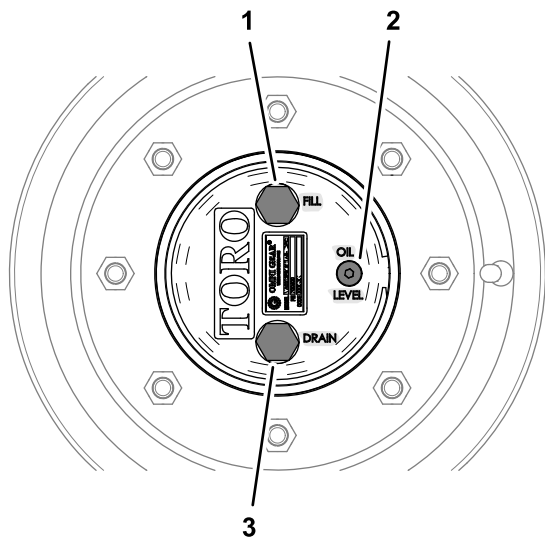

図 91
1. 水平な床面で、補給プラグが最高位置時計の 12 時の位置、点検プラグが 12 時、ドレンプラグが最低位置 6 時の位置にくるように駐車する 図 91。
1. 水平な床面で、補給プラグが最高位置時計の 12 時の位置、点検プラグが 12 時、ドレンプラグが最低位置 6 時の位置にくるように駐車する 図 91 プラネタリギアオイルの点検 (ページ 65) を参照。